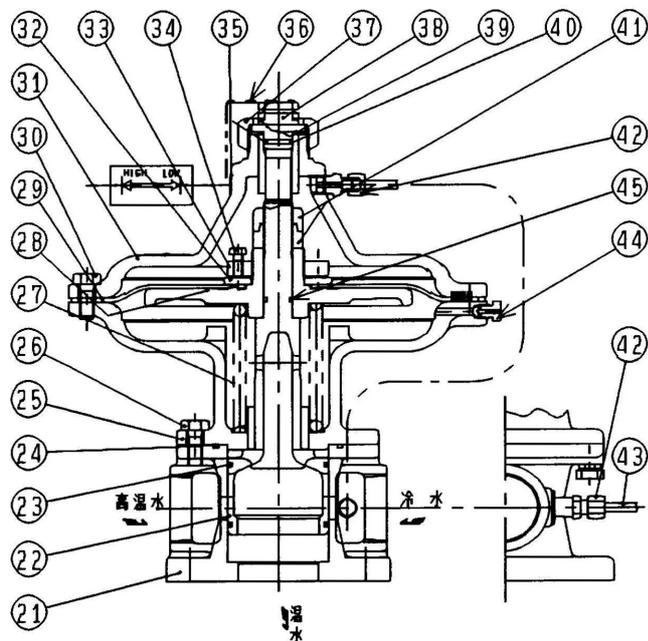

図2. KFR3型混合弁
4.1 KFR 3型混合弁（図2参照。弁箱(21)を配管したまま実施することができます。）